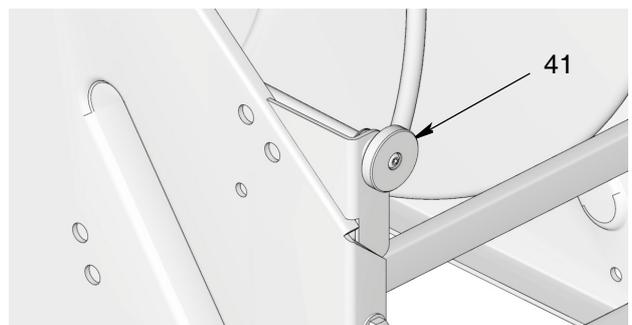

ABB. 26
Bremsknopf (41) (ABB. 26) zum Lösen oder Festziehen der Bremsspannung nach links oder rechts drehen.
- Knopf (41) nach recht drehen, um Bremsspannung zu erhöhen/festzuziehen.
- Knopf (41) nach links drehen, um Bremsspannung zu verringern/zu lösen.